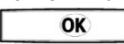

Figura 2-13: Schermate superiore, ok e inferiore
- Inferiore meno di 4 kg; (Figura 2-13, sinistra)
- Superiore oltre 6kg; (Figura 2-13, destra)